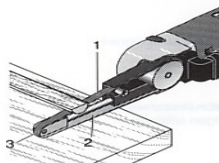

Fig. 3
2. Banda de șlefuit 2 (Fig. 3) se pretează mai ales prelucrării suprafețelor plane. Cu partea de șlefuit 1 se prelucurează cel mai bine rotunjiri. Suprafața 3 este potrivită pentru lucrări la deschizături înguste și cavități.